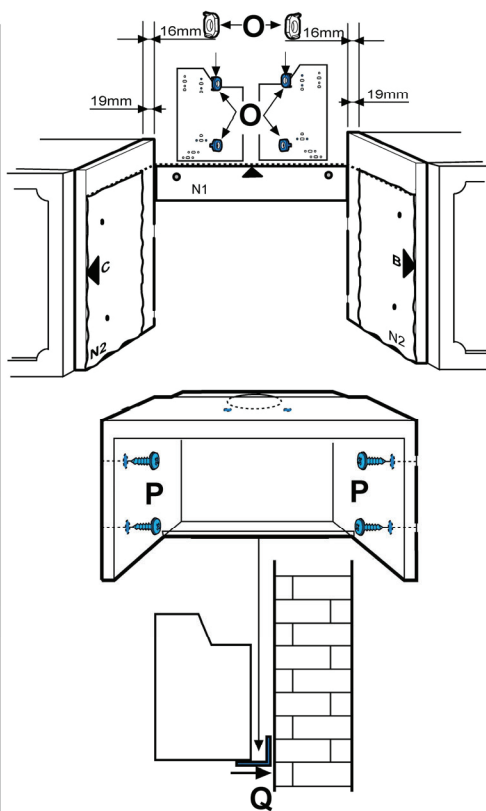

Fig. 8
a. Gebruik het perforatiediagram N2 (*). Positioneer het diagram over de voorste randen van de muur-unit (rechtse muur-unit, B-zijde) - (linkse muur-unit, C-zijde) ZONDER DE DIKTE VAN DE DEUR TE OVERWEGEN, en maak de gaten zoals aangegeven. Afb. 8
d. Als de laterale muur-units 16mm dik zijn, moet u, met ingeneste bevestigingen, de O (*) afstandhouders aan de zijkanen van de afzuigkap aanbrengen in overeenstemming met de openingen gebruikt voor de doortocht van de bevestigingsschroeven op de laterale muren. Afb. 8:
f. Bevestig de afzuigkap op de laterale muur-units met 4 schroeven P. Afb.8